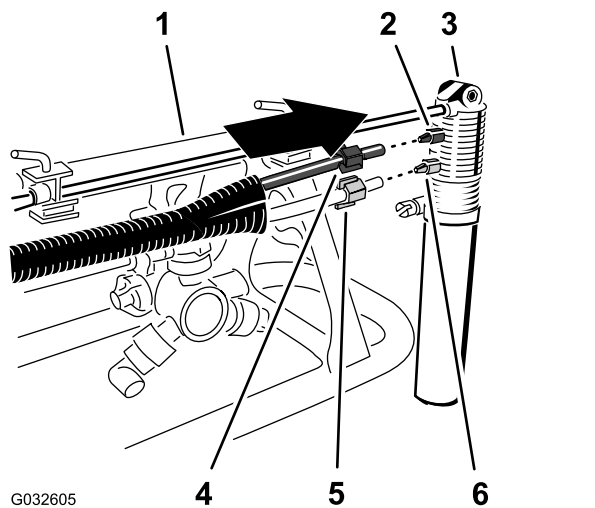

Figura 23
1. Inserite il dado di compressione blu sulle estremità del tubo blu e il dado di compressione bianco sul tubo trasparente (Figura 23).
2. Allineate l'estremità del tubo trasparente con il dado di compressione bianco al raccordo bianco dell'ugello del tracciafile schiumogeno e serrate il dado di compressione manualmente (Figura 23).
3. Allineate l'estremità del tubo blu con il dado di compressione blu al raccordo blu dell'ugello del tracciafile schiumogeno e serrate il dado di compressione manualmente (Figura 23).